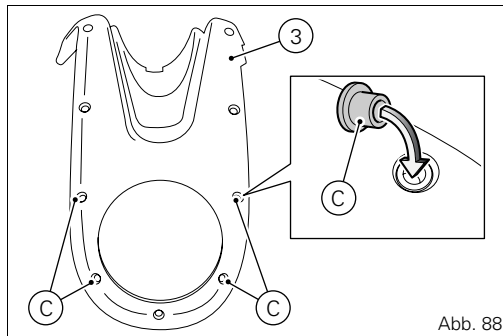

Abb. 88
Am vorderen Tankdeckel (3) müssen die vier Hülen (C, Abb. 88) mit nach oben gerichteter größerer Durchmesserseite eingesetzt sein, mit dem Ende größeren Durchmessers nach oben gerichtet und den Distanzscheiben (D, Abb. 89).